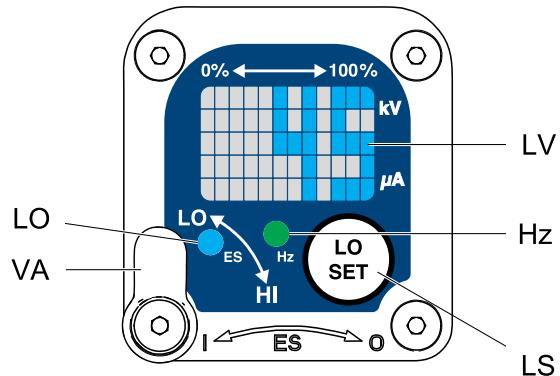

Figure 4 低压设置屏幕 (未锁定)
用户可调整低压设置。若要在运行模式下访问低压设置屏幕，请短暂按压“LO SET”按钮 (LS)。屏幕将显示当前低压设置值。参见图 4 和第 12 页的表 1。范围为 30 到 60 千伏。
要更改锁定状态，按住 "LO SET" 按钮，直到锁的图像出现或消失。如果设置了锁定，在低压模式时低压设置屏幕上也会出现该图像 (参见图 4)。